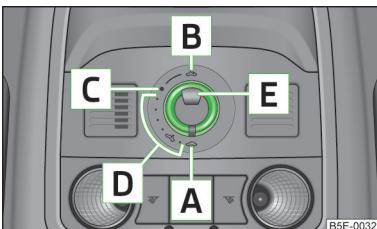

Fig. 25
- Si se desembornó y se volvió a embornar la batería del vehículo, puede ocurrir que el techo corredizo/elevable quede fuera de servicio. Ponga entonces el conmutador giratorio en la posición de conmutación **A** » fig. 25 de la página 54, tire de éste y sujetélo en el rebaje hacia abajo y hacia adelante. A los 10 segundos el techo corredizo/elevable se abre y se cierra de nuevo. Sólo después se debe soltar de nuevo el conmutador giratorio.
- Gire el conmutador a la posición **C** » fig. 25.